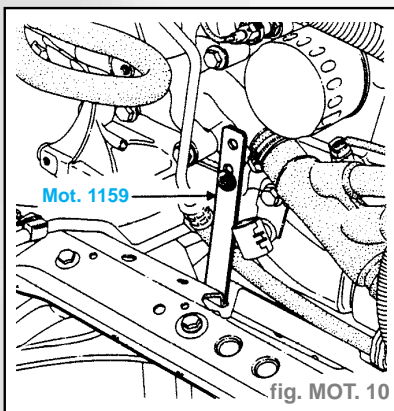

fig. MOT. 10
- Monter la patte de l'outil **Mot. 1159** (fig. MOT. 10).